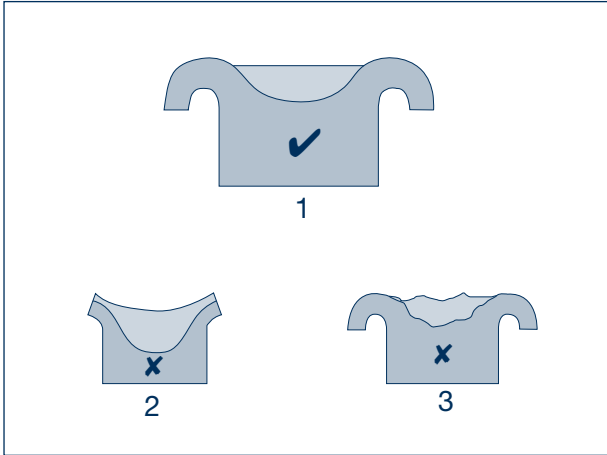

Figure 42
- Figure 42., Pos. 1:
- Figure 42., Pos. 2
- Figure 42., Pos. 3